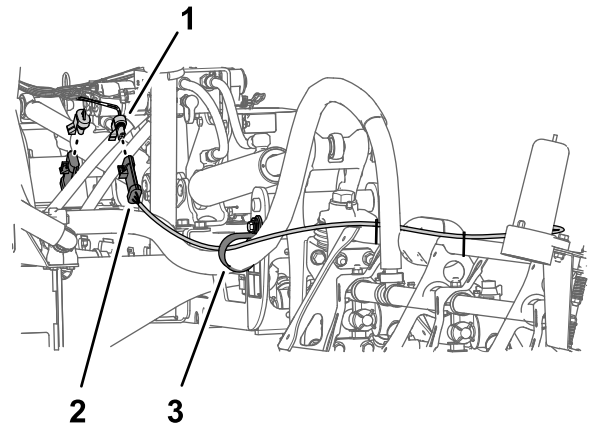

Figura 26
1. Desconecte el conector de 3 pines del arnés de cables del kit de nivelación del Ultra Sonic Boom del conector hembra de 3 vías del arnés de cables de la máquina (Figura 26).